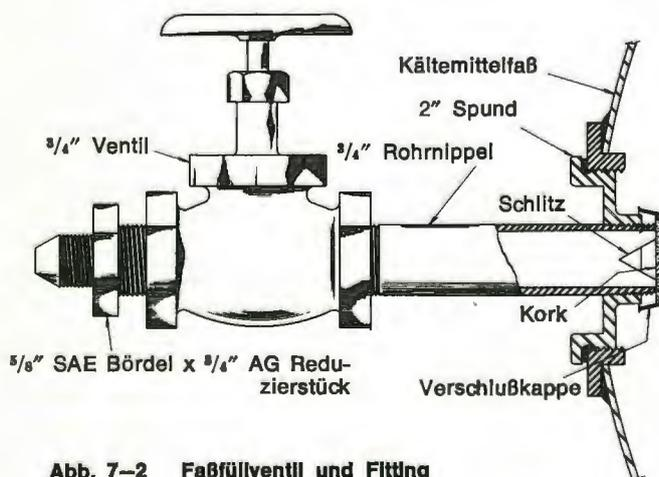

Abb. 7-2 Faßfüllventil und Fitting
Zum Füllen oder Nachfüllen des Kühlers mit Kältemittel sollte nur ein Faßventil mit den entsprechenden Anschlüssen verwendet werden, wie in Abb. 7-2 dargestellt.
1. Schließe ein Füllventil an der Faßöffnung an (Abb. 7-2). Wenn der $\frac{3}{4}$ "-Rohrnippel in die Faßöffnung eingeschraubt ist, wird der Nippel die Überwurfkappe nach innen wegstoßen.